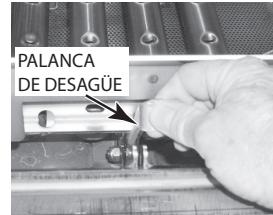

Figura 32
4. Abra los desagües empujando hacia arriba las palancas respectivas (Figura 32).